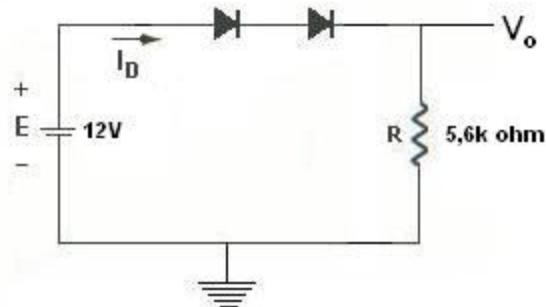

Figura 3.9 – Circuito proposto 1.
1. Para o circuito da Figura 3.9, analise o comportamento e determine V_o , P_D e I_D . Considere $V_D = 0,7V$.